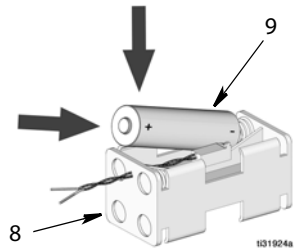

Рис. 10
3. Выньте все четыре батареи AA из держателя батарей (8). Выбросьте батареи в специальный контейнер для утилизации батарей.
4. Установите четыре щелочных батареи AA (9) в держатель батарей, как показано на Рис. 10. Убедитесь, что батареи плотно уложены в держатель.